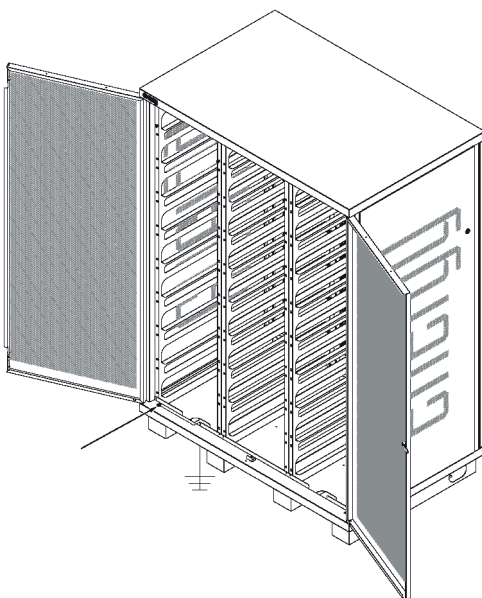
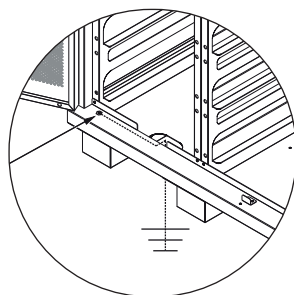

Fig. 5.21 - Cavo di messa a terra
Fig. 5.22 - Posizione occhio
- Connettere il cavo di messa a terra all'apposito inserto filettato (Fig. 5.21). Fissare il capicorda occhio con vite M6 (Fig. 5.22). Usare una chiave dinamometrica rispettando il serraggio a 9,5 Nm. Passare il cavo di messa a terra internamente al rack e nascondere lasciandolo uscire attraverso l'apposita asola passacavo alla base.